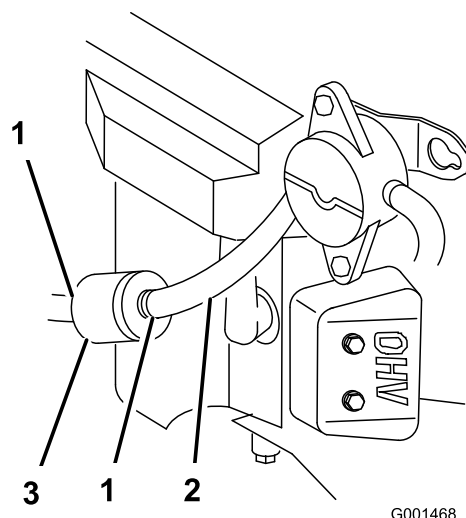

Figura 35
5. Cierre la válvula de cierre de combustible (Figura 35).
6. Apriete los extremos de las abrazaderas y deslícelas por el tubo alejándolas del filtro (Figura 35).
8. Instale un filtro nuevo y acerque las abrazaderas al filtro (Figura 35).
3. Cierre la válvula de cierre de combustible (Figura 35).
4. Afloje la abrazadera cerca del filtro de combustible y deslícela por el tubo, alejándola del filtro de combustible (Figura 35).
5. Desconecte el tubo de combustible del filtro de combustible (Figura 35).
Nota: Deje fluir la gasolina a una lata u otro recipiente apropiado (Figura 35).
7. Instale el tubo de combustible en el filtro de combustible. Acerque la abrazadera al filtro de combustible para fijar el tubo de combustible (Figura 35).